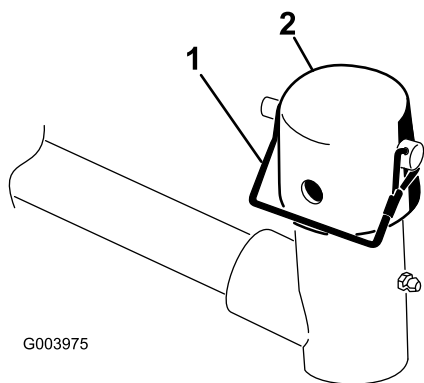

Figura 3
3. Em cada braço de elevação da unidade de corte, remova o pino de sujeição que prende a forquilha da articulação do braço de elevação e remova a tampa (Figura 3).